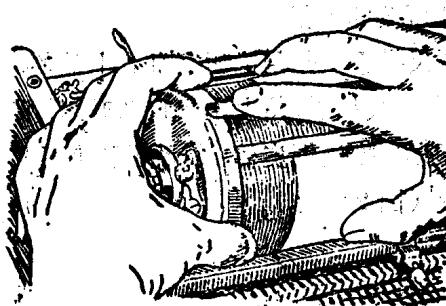

图 3
8. 下压尺：是用来压住纸张下端的。纸的上端由上压尺夹住后，用左手小指撤下直离格器把手，其余手指按住滚筒轴把手旋转滚筒，右手轻抚纸张自上而下转到纸的长短所需的地位为止。再放下下压尺，压住纸的下端，旋转压纸尺环圈，使下压尺扣在环圈里（图3）。这样纸张就平正地被卷在滚筒上了。